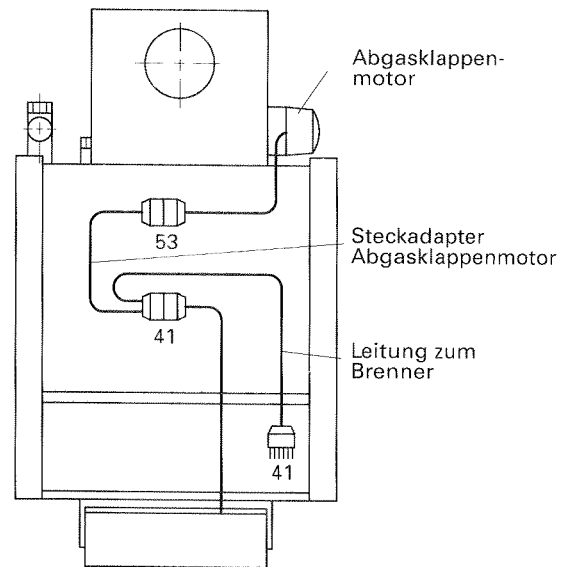

Abb. 10
Die motorisch gesteuerte Abgasklappe und die Abgasüberwachungseinrichtung (falls vorhanden) an die Regelung anschließen. Dazu entsprechend Abb. 10 bis 12 die Leitungen verlegen und die Steckverbinder zusammenstecken. **Die Steckverbinder so weit zusammenstecken, bis sie hörbar einrasten.**
- Heizkessel mit motorisch gesteuerter Abgasklappe siehe Abb. 10,